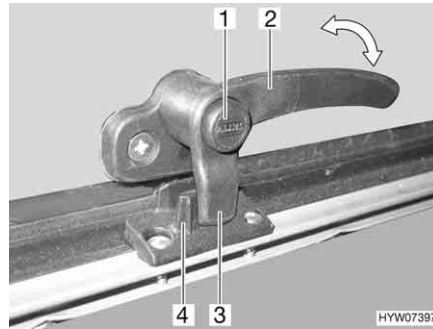
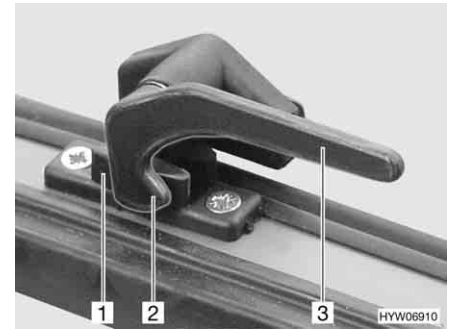

Bild 87 Verriegelungshebel mit Sicherungsknopf in Stellung "geschlossen"
Bild 88 Verriegelungshebel in Stellung "geschlossen"
- Wenn vorhanden, Sicherungsknopf (Bild 87, 1) drücken und gedrückt halten.
- Alle Verriegelungshebel (Bild 87, 2 oder Bild 88, 3) eine viertel Umdrehung zur Haubenmitte hin drehen.
- Alle Verriegelungshebel (Bild 87, 2 oder Bild 88, 3) eine viertel Umdrehung zum Rahmen hin drehen. Die Verriegelungsnase (Bild 87, 3 oder Bild 88, 2) liegt auf der Innenseite der Haubenverriegelung (Bild 87, 4 oder Bild 88, 1).
- in Stellung "fest verschlossen" (Bild 87 und Bild 88)